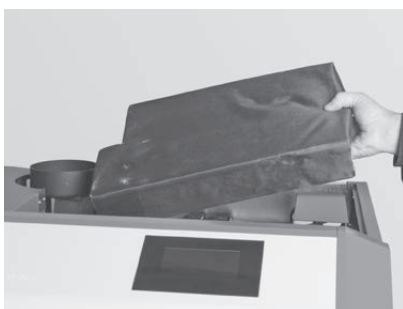

Fig. 66 Retirer l'isolation
- ▶ Retirer l'isolation au-dessus du couvercle des surfaces d'échange – Fig. 66.